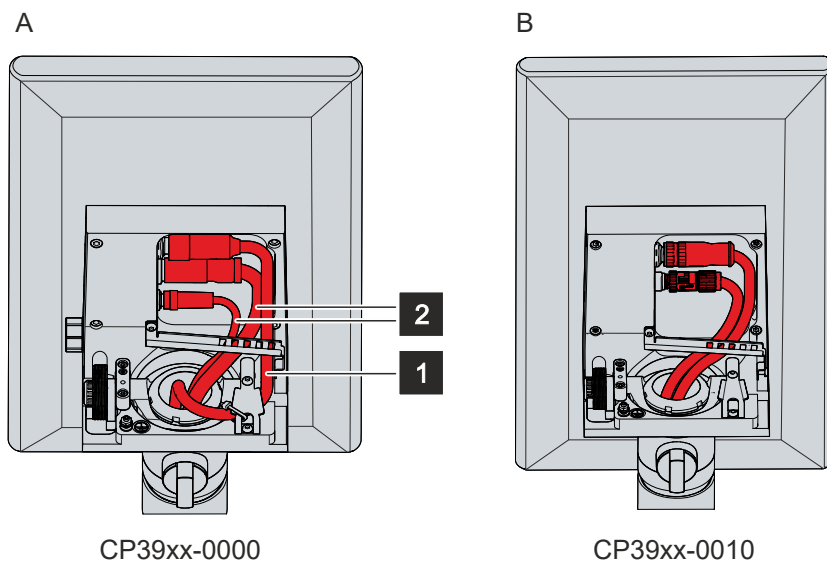

Abb. 28: Kabelverlegung Tragarmadapter
Die Anschlüsse befinden sich je nach Ausstattung des Geräts entweder am Anschlussblock auf der Rückseite des Control Panels oder innerhalb des Tragarmadapters. Haben Sie das Control Panel mit einem der folgenden ab Werk montierten Beckhoff-Tragarmadapter bestellt, müssen Sie unbedingt die dargestellte Kabelführung (siehe Abb. 28) beachten, um Kabelschäden zu vermeiden:
3. Verlegen Sie das Signal- und Stromversorgungskabel innerhalb des Tragarmadapters, wie in Abbildung 28 dargestellt.
4. Verlegen Sie die Datenkabel innerhalb des Tragarmadapters wie in Abbildung 28 dargestellt.